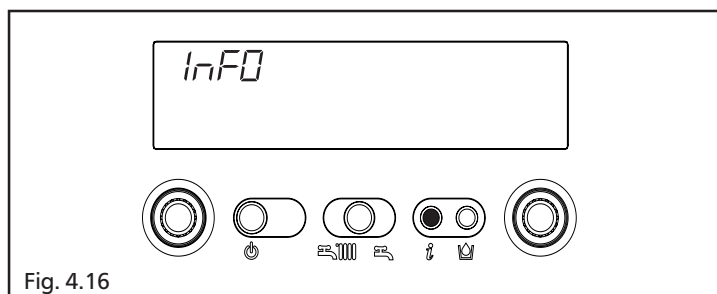

Fig. 4.16
Premendo il tasto  il display si spegne e appare solo la scritta InFO (fig. 4.16)
**Info 0** visualizza la scritta InFO (fig. 4.16)